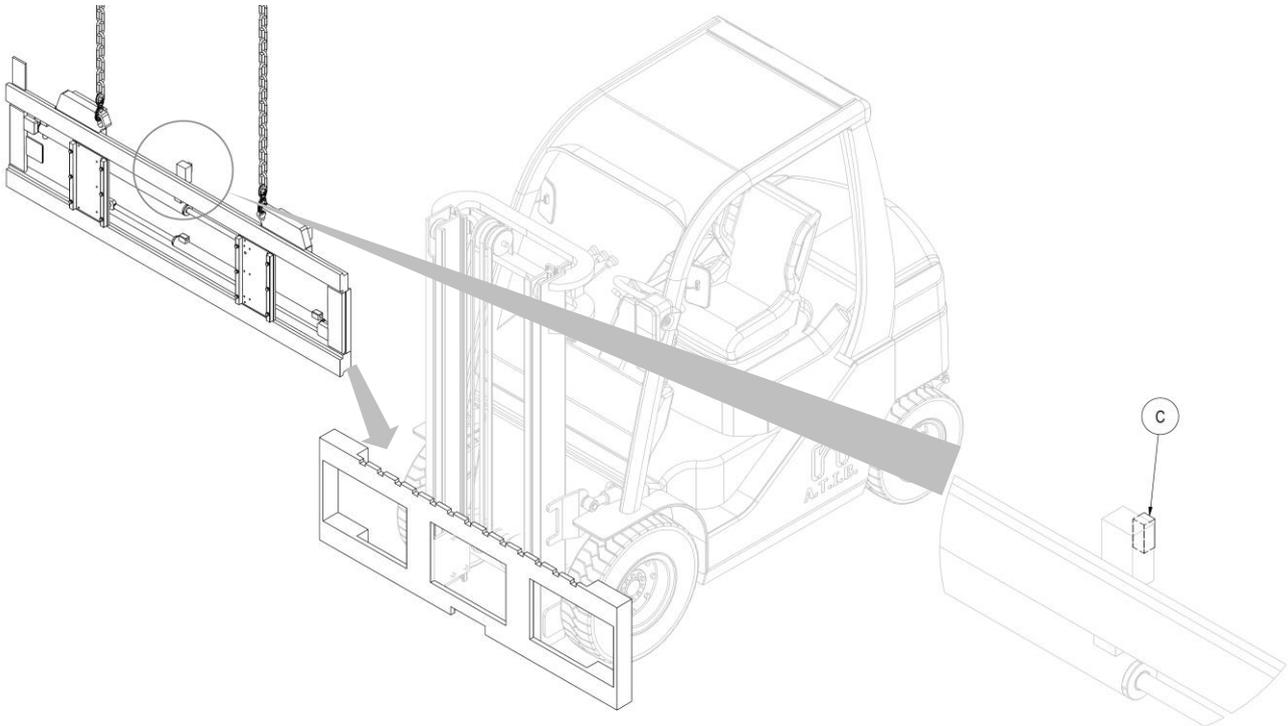

Abbildung 4
6. Dann haken Sie das Anbaugerät von oberen Greifpunkten ein und positionieren Sie es mittels eines Laufkrans oder eines Hebezeugs mit ausreichender Tragkraft auf dem Gabelträger. Bitte darauf achten, dass das Zentrierteil **C** in die mittlere Kerbe des Gabelträgers einpasst (siehe *Abbildung 4*).